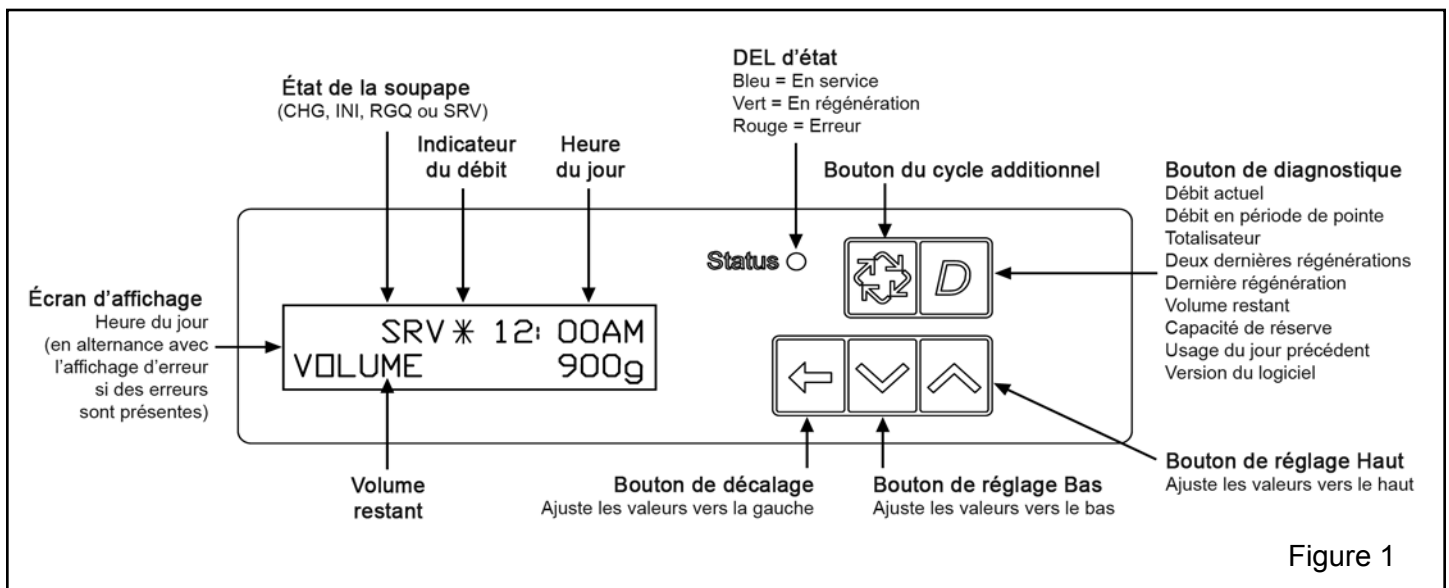

Figure 1
**ATTENTION:** Si le fils de terre du panneau électrique ou de la boîte de fusibles se rendant au compteur d'eau ou au tuyau de cuivre souterrain est fixé aux lignes d'eau en cuivre, et si ces lignes sont coupées durant l'installation de la valve de dérivation Noryl et/ou tuyau de poly, on doit utiliser une courroie approuvée de prise de terre entre les deux lignes qui ont été coupées pour en maintenir le lien. La longueur de la courroie est déterminée selon le nombre d'appareils devant être installés et ou la quantité de tuyau de cuivre remplacée par du poly. Voir figure 1.
Dans tous les cas où il y avait auparavant utilisation de tuyau de métal remplacé par tuyau de poly ou une soupape de dérivation Noryl, (figure 1) ou par une séparation manuelle (figure 2), un serre-joint de prise de terre approuvé tel un conducteur de cuivre #6 doit être utilisé pour maintenir la liaison du tuyau métallique.